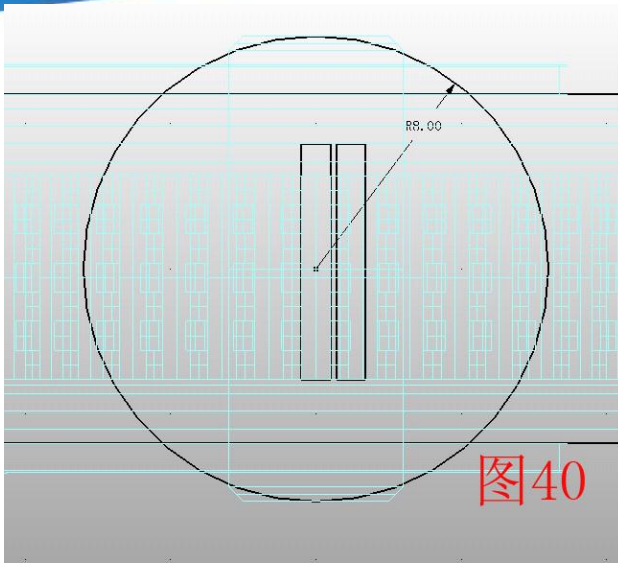
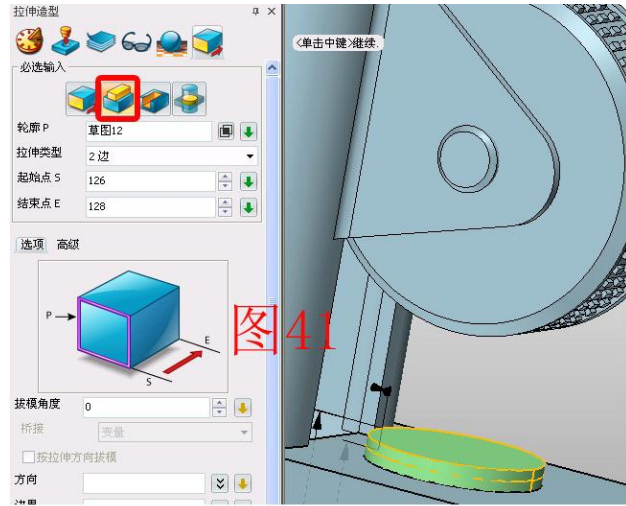
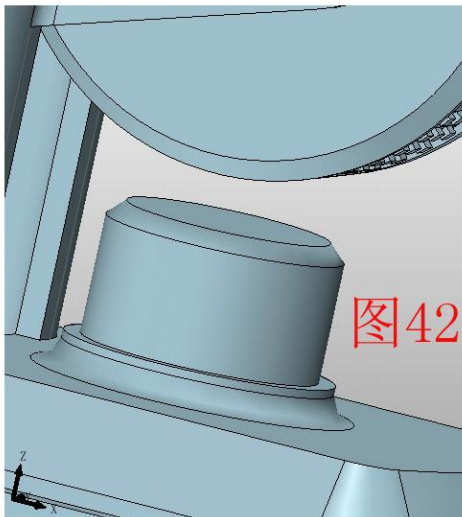
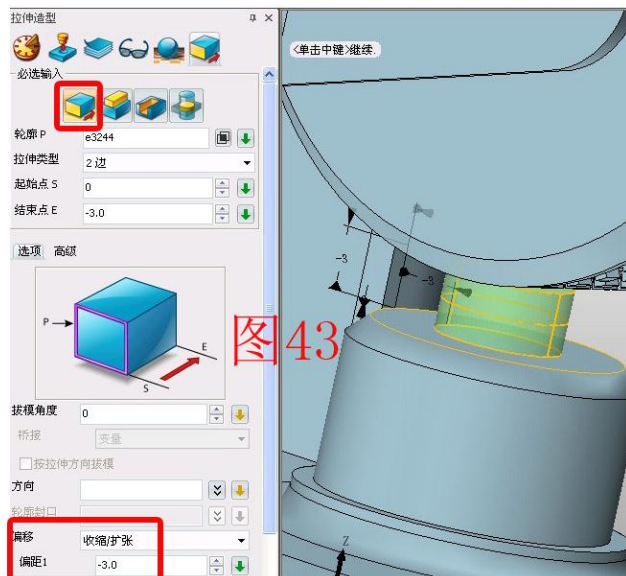

图40
图41
图42
图43
9、在 XY 面插入草图 11，绘制半径为 8 的圆，如图 40；点击拉伸加运算拉伸草图 11，参数如图 41；对柱体的底边倒圆角，半径为 1.5，以柱体的上边缘为轮廓再次拉伸，拉伸高度为 8，偏移选择“收缩/扩张”偏移为 1，对拉伸体的上边缘倒角，距离为 1，如图 42；用相同的方法拉伸打火石，参数及效果如图 43。